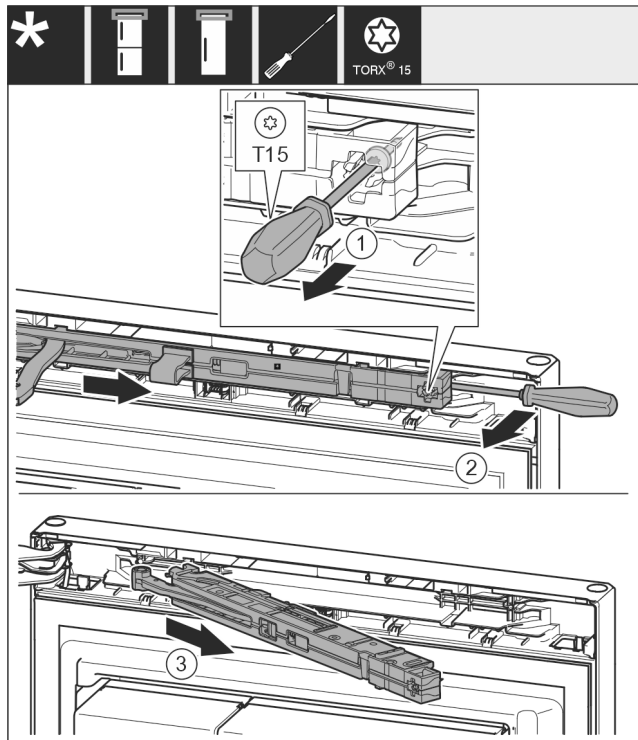

Fig. 11
- ▶ Skrutkovačom T15 uvoľníte skrutku na jednotke tlmíča uzatvárania cca 14 mm. Fig. 11 (1)
- ▶ Skrutkovač zasuňte na strane držadla za jednotku tlmíča uzatvárania a otočte jednotku dopredu. Fig. 11 (2)
- ▶ Vytiahnite jednotku tlmíča uzatvárania. Fig. 11 (3)